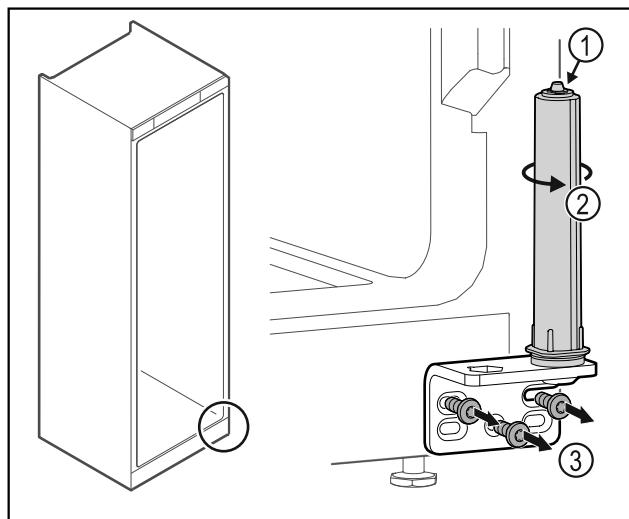

Fig. 36
- No desmonte el sistema de bloqueo de la puerta Fig. 36 (1).
- Gire el sistema de bloqueo Fig. 36 (2) hasta que haga clic.
- Desatornille el soporte de la bisagra Fig. 36 (3).